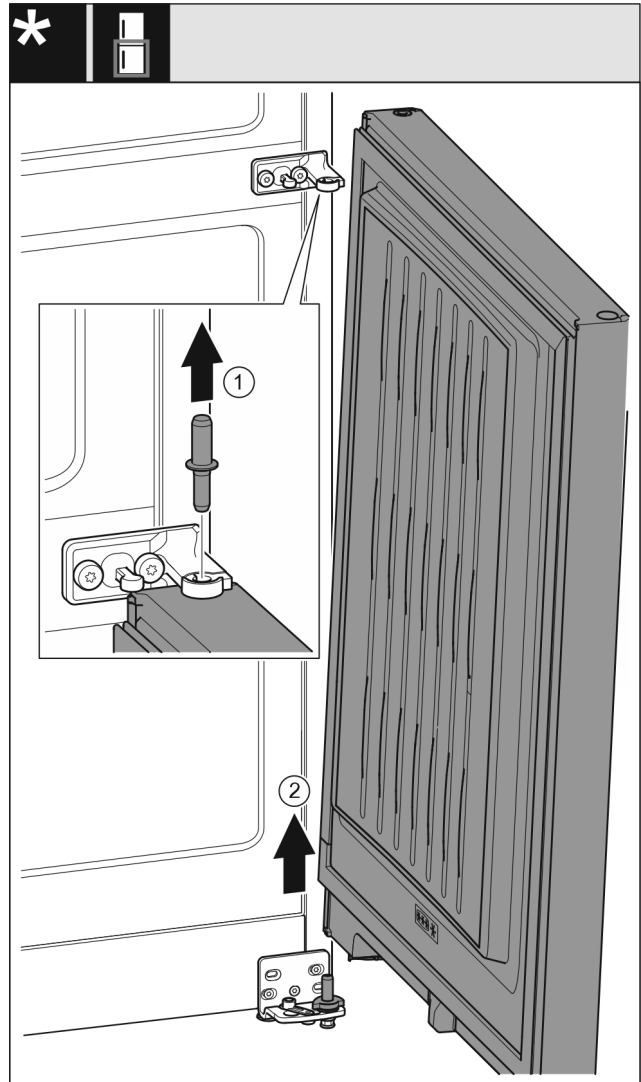

Fig. 8
- ▶ Poista tappi ylöspäin vetämällä. Fig. 8 (1)
- ▶ Käännä ovea ulospäin, vedä sitä ylöspäin ja aseta se sivuun. Fig. 8 (2)